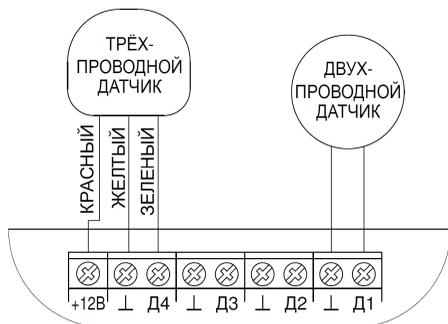

Рисунок 5. Подключение датчиков протечки.
- **датчики протечки** подключать, как показано на рис. 5. При подключении двухпроводных датчиков полярность подключения не имеет значения. При подключении трёхпроводных датчиков контакт питания подключать к контакту +12В на плате (цвета проводов могут отличаться от указанных на рисунке. Перед подключением свериться с документацией на датчики);